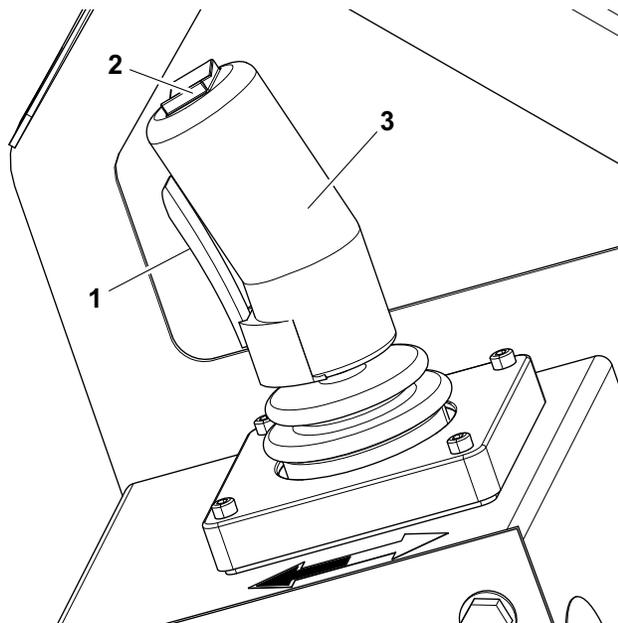

Figura 3-7. Componentes de comando da plataforma
(Item 2 - Figura 3-7.)
(Item 1 e 3 - Figura 3-7.)
4. Manter premido o interruptor de accionamento e deslocar o punho de comando para trás (plataforma para cima - direcção da seta branca) ou deslocar o punho de comando para a frente (plataforma para baixo - direcção da seta preta) e manter até que seja alcançada a elevação pretendida. Ao libertar o interruptor de accionamento ou mover o punho de comando para trás, para a posição central, a função em curso é interrompida. (*Item 1 e 3 - Figura 3-7.*)